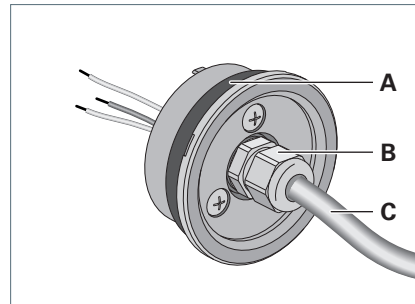

Fig. 8: Rohrleuchte RL70.
- ▶ Führen Sie das Kabel durch die Kabelverschraubung **B**, siehe Fig. 8.